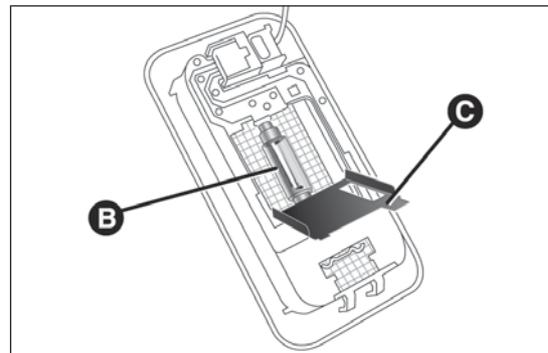

fig. 43
- abrir la tapa C fig. 43 y sustituir la lámpara B, soltándola de los contactos laterales;